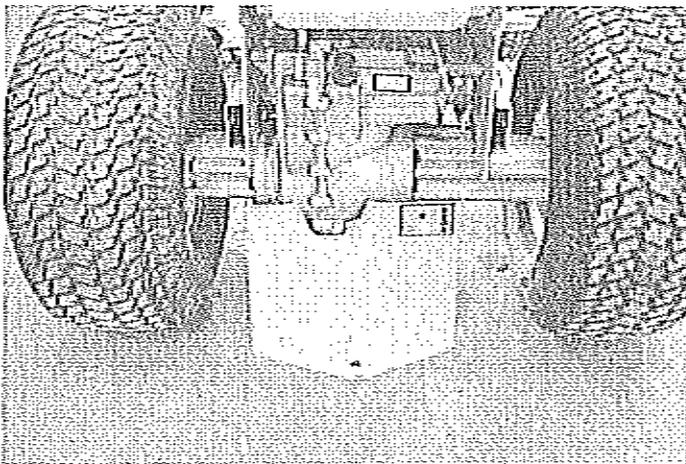
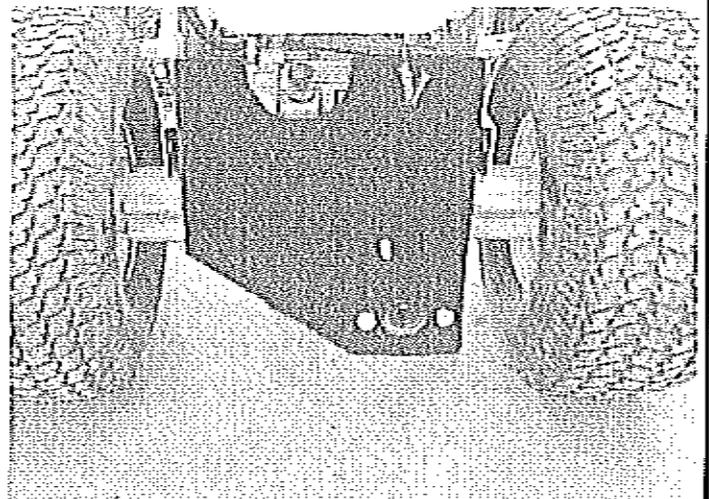

Bild 10
Bild 11
- Demontieren Sie die aufgebaute Heckplatte (gelb) (Bild 10) , und ersetzen diese durch die mitgelieferte, vormontierte Heckplatte (schwarz) (Bild 11) (Befestigungsschrauben von der „alten“ Heckplatte verwenden)